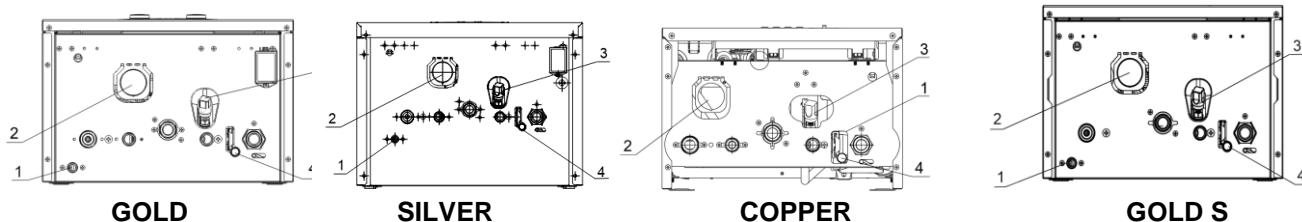

Рис. 17
- Постепенно открывайте кран подпитки З котла (см. рис. 17), убедившись, что автоматический воздушный клапан выпуска воздуха, установленный в котле, функционирует нормально; отсечные краны перед котлом открыты.